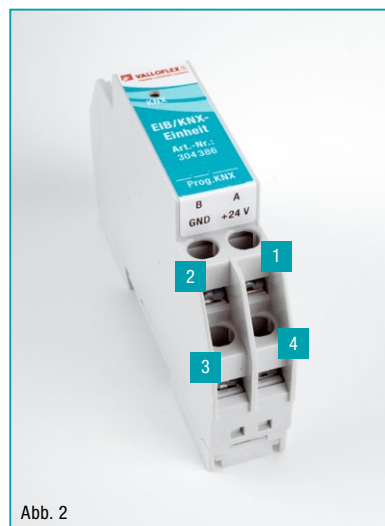

Abb. 2
- Die Versorgungsspannung wird an den unten am Gehäuse befindlichen Klemmen GND/+24 V angeschlossen (Abb. 2, Pos. ③, ④). Zusätzlich wird über die Klemmen Pos. ①, ② A/B die 485-Bus-Anbindung zum Lüftungsgerät realisiert (Abb.2).
Klemme (s. Abb. 2):